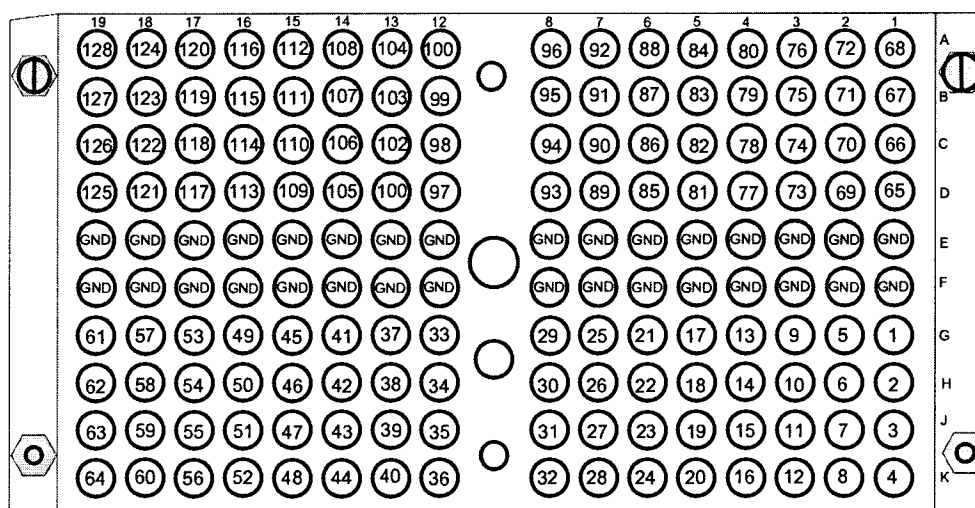

Рисунок 1 – Цоколевка разъема FRB
8.3.11. Подключить входной разъем осциллографа к первому контакту (соответствует первому каналу) и контакту «заземление» (GND) на разъеме FRB (рисунок 1). Подключение производить на нагрузке 50 Ом из состава осциллографа.